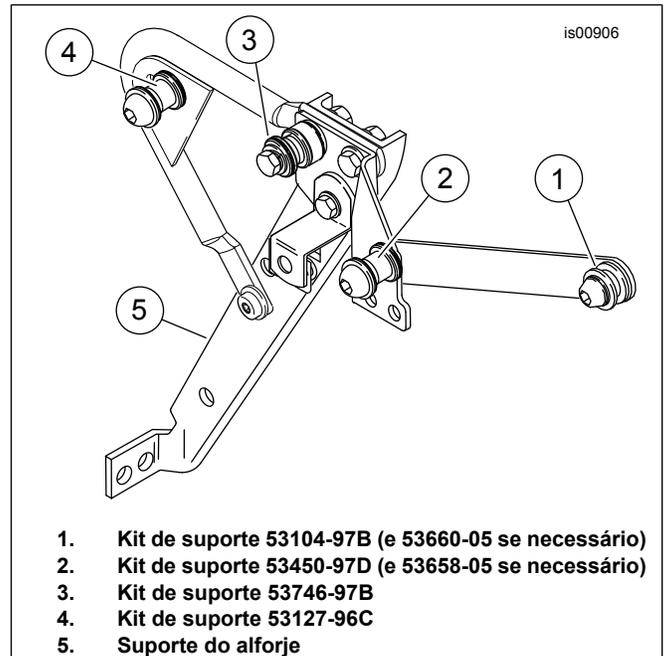

Figura 5. Kits de ponto de suporte Touring removível (lado direito mostrado)
13. Consulte Figura 5. Fixe os montantes do encosto removível do passageiro ou o bagageiro nos pontos de suporte como descrito na folha de instruções do acessório respectivo. Empurre as ranhuras do acessório completamente para a frente nos pontos de suporte da posição (1) e, em seguida, fixe as ranhuras traseiras nos pontos de suporte da posição (2). Aperte os prendedores do passo 12 com torque de 61,0 a 63,7 N·m (45 a 47 lb·pé).